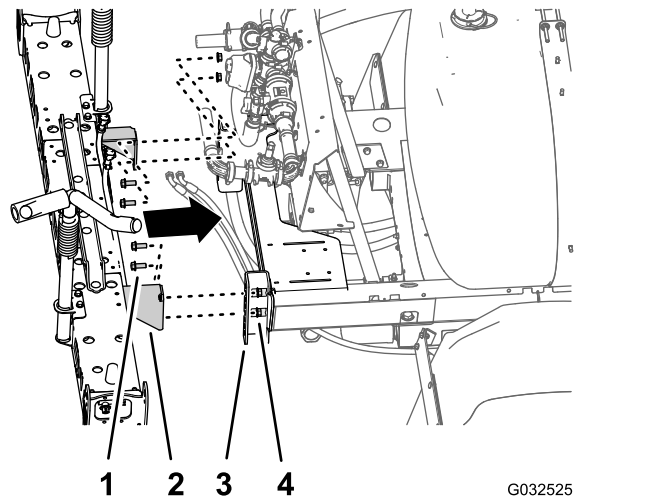

図 85
1. 所定の能力のある吊り上げ装置を使ってセンターブームを吊り上げ、サポートブラケットについているブーム用の穴を、車両のフレームの取り付けチャンネル部材の 3 番目と 6 番目の穴に合わせる 図 85。
2. センターブームを取り付け用チャンネル部材に組み付ける 図 85 ステップ 4 センターブームを取り外す (ページ 29) で取り外したフランジヘッドボルト 1/2 x 1-1/4 インチ 4 本とフランジロックナット 1/2 インチ 4 個を使用する。